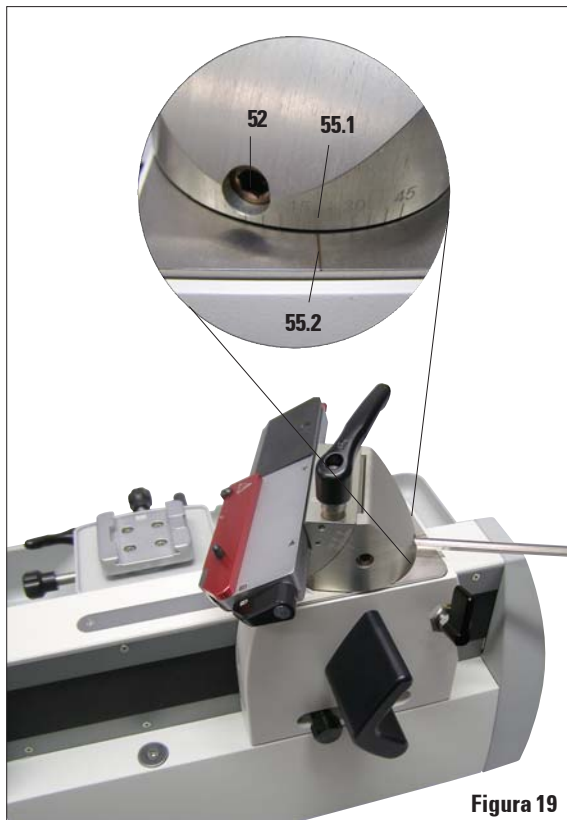

Figura 19
- Per bloccare il portalametta sulla base scanalata, serrare la vite (52) sul retro della base del portalametta (17) con una chiave maschio esagonale da 6 (figura 19).